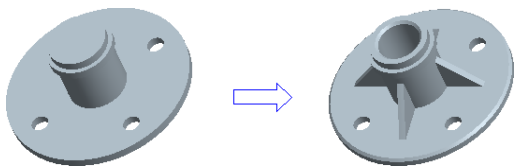

图 4-104 上机操作 3
10) 上机操作: 打开练习源文件“bc_4_ex10.prt”, 在练习模型上分别创建孔特征、轮廓筋特征和倒角特征, 如图 4-104 所示, 具体尺寸由练习者根据要求效果自行确定。